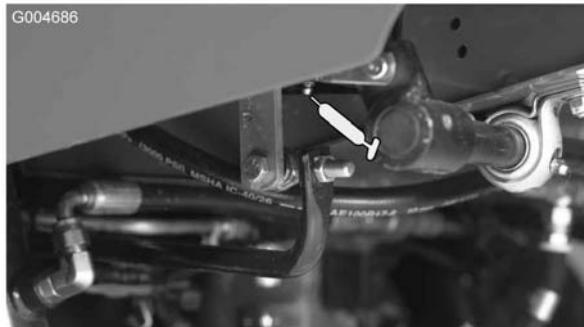

Figure 34
- Bague de pivot de pédale de déplacement (1) (Figure 34)